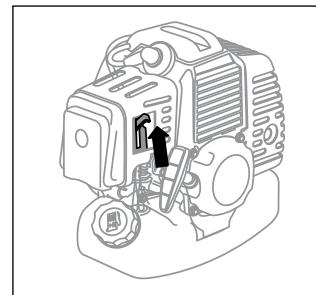

Рис. 12
4. Переведите рычаг воздушной заслонки в верхнее положение – ||/ «Закрыто» (рис. 12).
7. Переведите рычаг воздушной заслонки (рис. 12) в нижнее положение ||| «Открыто».
1. Переведите рычаг воздушной заслонки в нижнее положение – ||| «Открыто» (рис. 12).